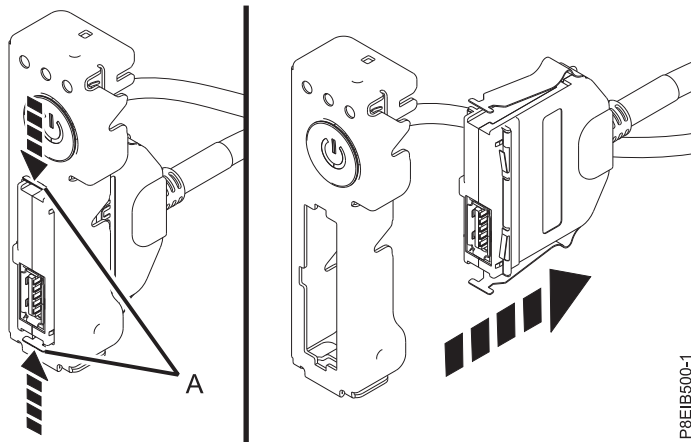

Figura 69. Extracción del cable USB frontal y conector del interruptor de alimentación
10. Presionando los pestillos de liberación (A) del conector, desconecte el cable USB frontal y conector del interruptor de alimentación. Consulte la Figura 69 en la página 59.